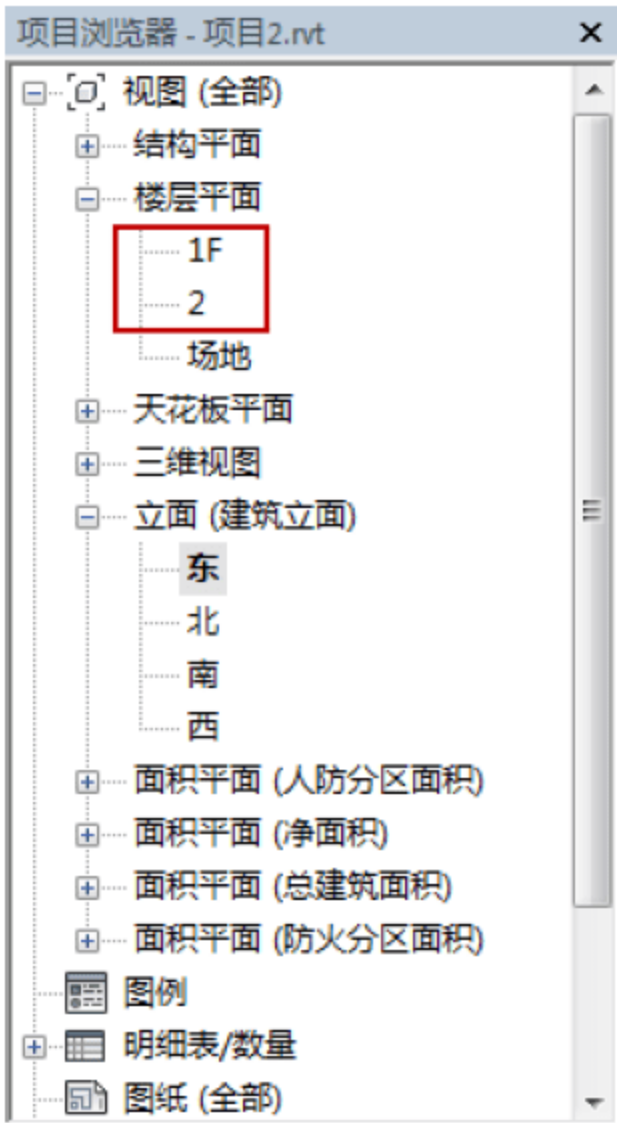

图 1.2.28 未自动生成相对应的楼层平面视图
**注意：**之所以要先定义族，然后再复制标高的原因就在于，这样操作后楼层的数值就可顺号，2F、3F、4F、5F……，但是这样阵列、复制楼层标高也有问题，就是在项目浏览器中不会自动生成相对应的楼层平面视图，如图 1.2.28 所示。至于如何生成楼层平面视图，本节的后面会有介绍。